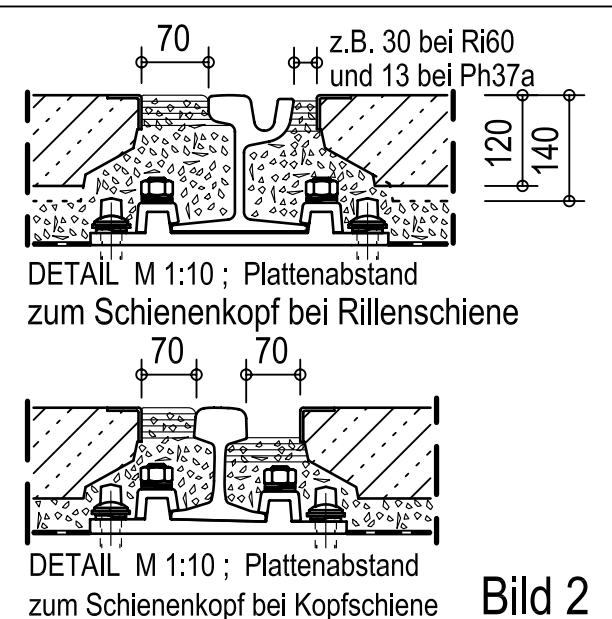

Bild 2
- 3.4 Der Abstand zwischen Schienenkopf und Plattenkante sollte bei Kopfschienen 6,5 cm nicht unterschreiten; bei Rillenschienen ca. 1,5-3 cm auf der Spurrillenseite (siehe Anlage Bild 2).